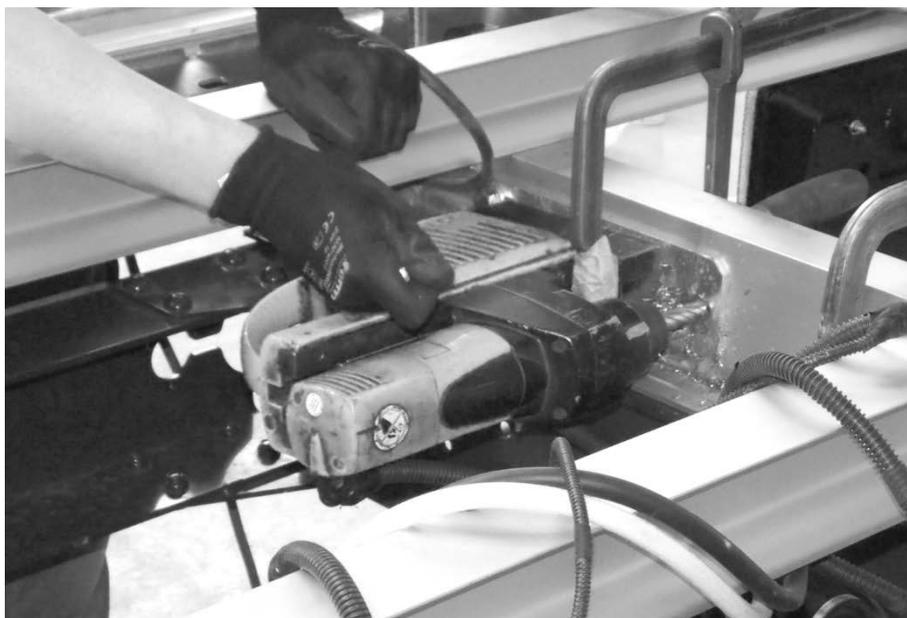

Рисунок 22: Высверливание отверстий
- ▶ Сделайте отверстия (см. Рисунок 22). Просверлите в раме отверстия, если схема отверстий в раме отсутствует.